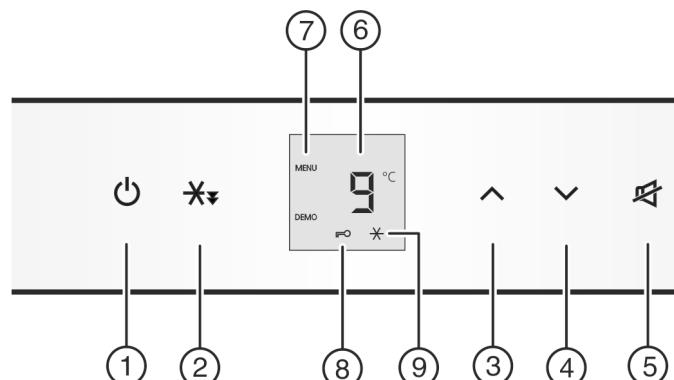

Fig. 2
- Premere il tasto On/Off Fig. 2 (1).
- Attivazione del modo regolazione: Premere il tasto SuperCool Fig. 2 (2) per ca. 5 sec.
- Per inserire la sicurezza bambini premere brevemente il tasto SuperCool Fig. 2 (2).
- ▷ Il simbolo Sicurezza bambini Fig. 2 (8) si illumina. Nel display lampeggia **c**.
- Per disinserire la sicurezza bambini premere brevemente il tasto SuperCool Fig. 2 (2).
- ▷ Il simbolo Sicurezza bambini Fig. 2 (8) si spegne. Nel display lampeggia **c**.
- Disattivazione del modo regolazione: premere il tasto On/Off Fig. 2 (1).
- Premere il tasto Allarme Fig. 2 (5).
- Regolazione della temperatura su valori più caldi: Premere il tasto di regolazione Up Fig. 2 (3).
- Regolazione della temperatura su valori più freddi: Premere il tasto di regolazione Down Fig. 2 (4).
- premere brevemente il tasto Raffreddamento rapido Fig. 2 (2).
- ▷ Il simbolo Raffreddamento rapido *Fig. 2 (9)* si illumina nel display.
- ▶ premere brevemente il tasto Raffreddamento rapido *Fig. 2 (2)*.
- ▷ Il simbolo Raffreddamento rapido *Fig. 2 (9)* si spegne nel display.